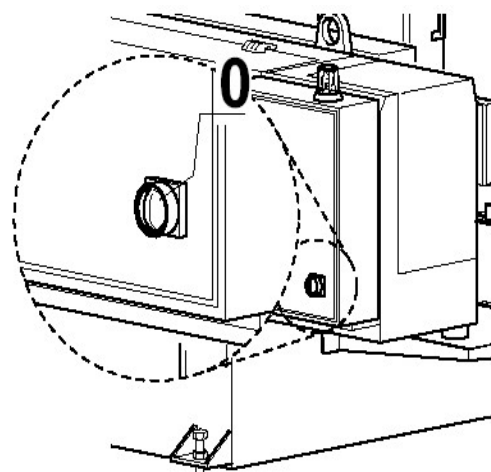

Fig. 23
- vérifier que l'interrupteur général de la machine soit à 0 (Fig. 23);